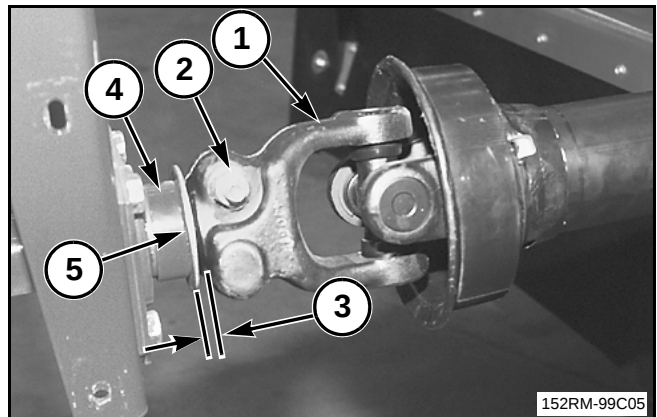

FIG. 174
FIG. 174: Instale temporalmente la horquilla delantera de la junta universal (1) de la línea de impulsión del embrague en la línea de impulsión de la lengüeta. Inserte los pernos de abrazadera de 1/2-13 x 3-1/4 (2), después mida la separación (3) entre el collar de traba del cojinete (4) y la horquilla de la junta universal.